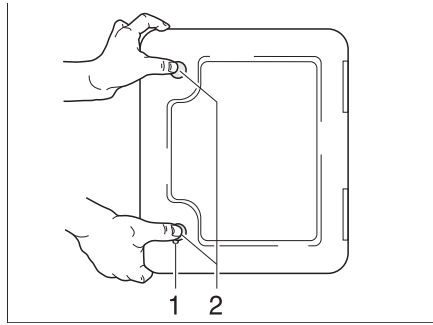

Bild 150 Lucka för Thetford-kassetten
Luckan till Thetford-kassetten (Bild 150) är placerad på fordonets utsida.
- Stick in nyckeln i låscylindern i trycklåsets (Bild 150,1) och vrid den ett kvarts varv medurs.
- Tryck samtidigt in de två trycklåsen (Bild 150,2) med tummarna och öppna luckan för Thetford-kassetten.